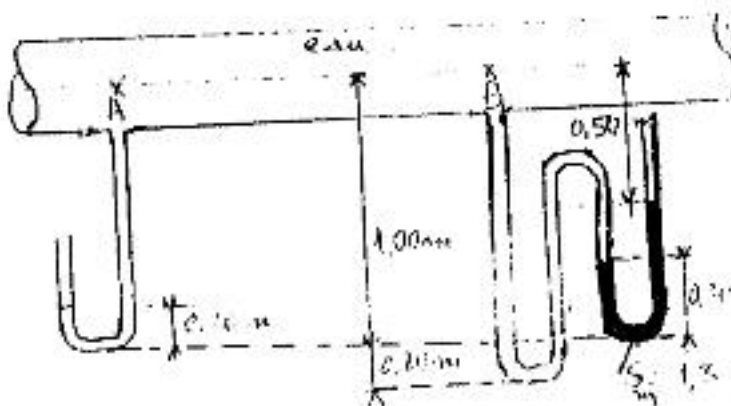

Fig 2
- a) calculer la pression en A et B voir fig2